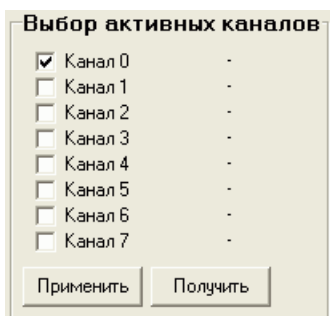

Рисунок 4.3 Выбор активных каналов.
4.2.1. Чтобы получать информацию о температуре не со всех 8 каналов, а только с выбранных, нужно отметить "птичками" активные каналы и нажать кнопку "Применить" (см рис. 4.3).